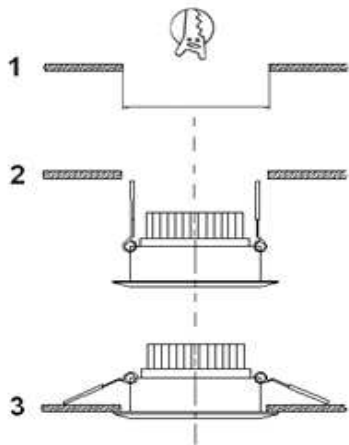

РИС. 1. Монтаж светильника
- е) Убедитесь, что светильник надежно удерживается в проеме – 3 (Рис.1);
- б) Проверьте фактический врезной размер светильника и подготовьте проем (вырез) в монтажной поверхности под установку светильника- 1 (Рис.1);
- д) Вставьте фиксирующие клипсы в пазы на боковых сторонах светильника, поднимите их вверх и установите светильник в подготовленный монтажный проем – 2 (Рис.1). Не допускайте пережатия питающих проводов. Не допускайте удерживания светильника на весу за счет питающего кабеля;